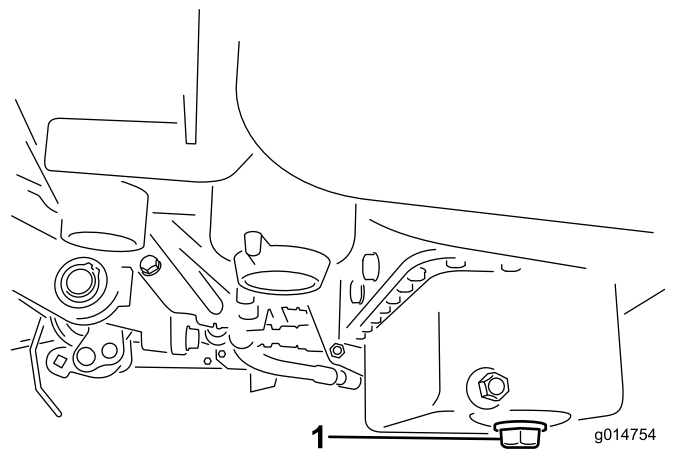

Figura 33
1. Retire o tampão de escoamento e deixe o óleo escorrer para um recipiente adequado. Quando o óleo parar, volte a montar o tampão de escoamento (Figura 33).